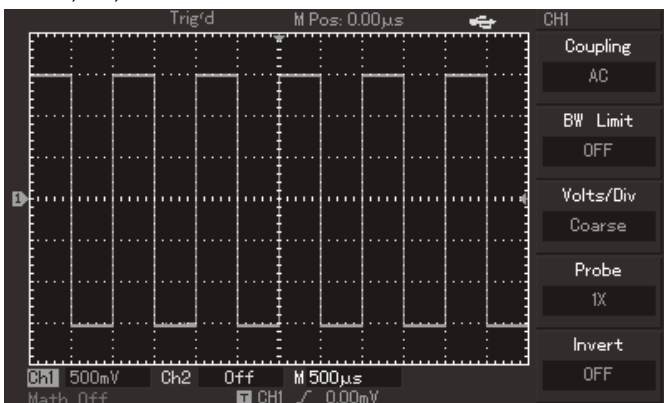

Рисунок 1-7
3) Подсоедините кончик щупа и зажим заземления к соответствующим выводам сигнала компенсации щупов. Нажмите кнопку [AUTO], и через несколько секунд вы увидите на дисплее прямоугольный сигнал на частоте 1 кГц с амплитудой около 3В (см. Рисунок 1-7). После этого проведите аналогичную проверку второго канала (CH2). Для отключения первого канала нажмите кнопку [CH1] в моделях UTD2000L/2000EX или [OFF] в моделях UTD2000C/3000C и UTD2000E/3000E, а затем нажмите функциональную кнопку [CH2] для включения второго канала. Повторите шаги 2) и 3).